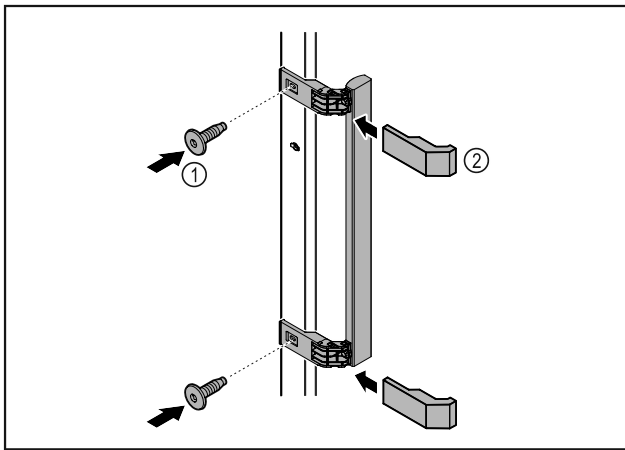

Fig. 51
- ▶ Meegeleverde greep met de meegeleverde schroeven Fig. 51 (1) op de deur aanbrengen.
- ▶ Afdekplaatje Fig. 51 (2) plaatsen.